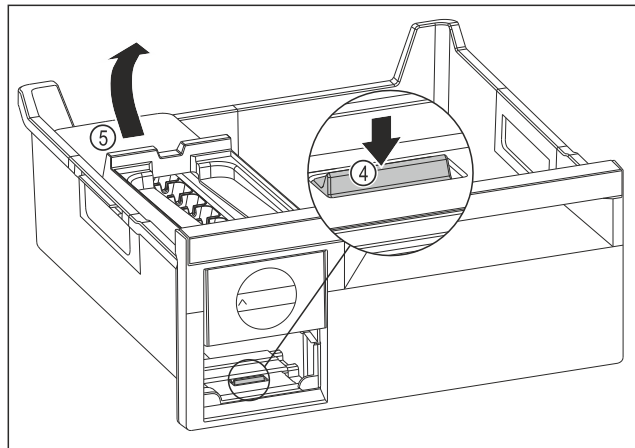

Fig. 130
- ▶ EasyTwist-Ice-corpus wegnemen: Strip Fig. 130 (4) met uw vinger omlaag drukken en gelijktijdig met de andere hand de EasyTwist-Ice-corpus Fig. 130 (5) van achteren optillen.